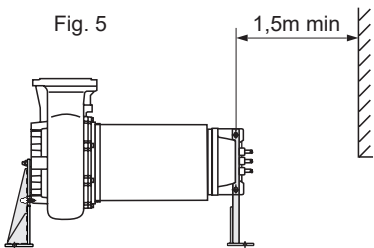

Fig. 5
- 2 - Elettropompa disposta con asse rotore orizzontale su appositi supporti e bocca di mandata rivolta verso l'alto (fig.5). Disporre la pompa in posizione verticale. Smontare la maniglia e rimontarla nell'altra posizione. Sollevare la pompa e montare la staffa lato parte idraulica con le 3 viti in dotazione. Calare la pompa fino ad appoggiarla a terra. Smontare la maniglia. Montare la staffa lato motore utilizzando gli stessi bulloni impiegati per il fissaggio della maniglia. Avvitare il bullone in dotazione in uno dei 2 fori liberi della staffa lato motore: fissarlo prima in uno e provare a sollevare la macchina rendendosi conto quale dei due fori impiegare per coricare la elettropompa; in caso utilizzare l'altro foro. Mantenere la pompa sul baricentro con il paranco. Per movimentare l'elettropompa quando si trova in posizione orizzontale, sfruttare un foro libero della staffa lato motore e il golfare in dotazione fissato sulla bocca di mandata. Durante le operazioni in cui interviene il paranco, stare lontani dalla macchina almeno 1,5 m. In entrambe le installazioni occorre prevedere uno spazio di almeno 1,5 m dal lato del coperchio motore e la possibilità di allineare i cavi di alimentazione dell'elettropompa in tale direzione, onde consentire lo smontaggio del mantello di raffreddamento per ordinaria manutenzione o ispezione. Negli impieghi in camera asciutta è bene prevedere un dispositivo di allarme contro possibili allagamenti della camera per rottura o perdita dell'elettropompa stessa o di un componente idraulico dell'impianto. Nel caso l'evento si verifichi la macchina non è sorgente di pericolo e non subisce danni.